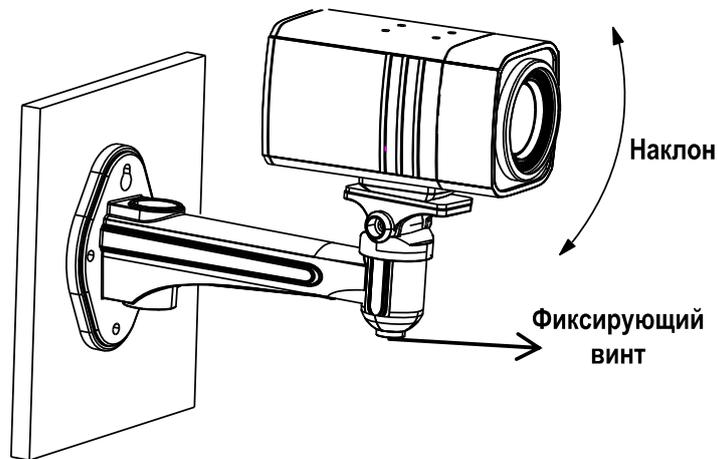

Рис. 3.6. Настройка наклона видеокамеры
- c. Ослабьте соответствующий фиксирующий винт и выберите нужный наклон видеокамеры в пределах 90° (Рис. 3.6). Закрутите фиксирующий винт.